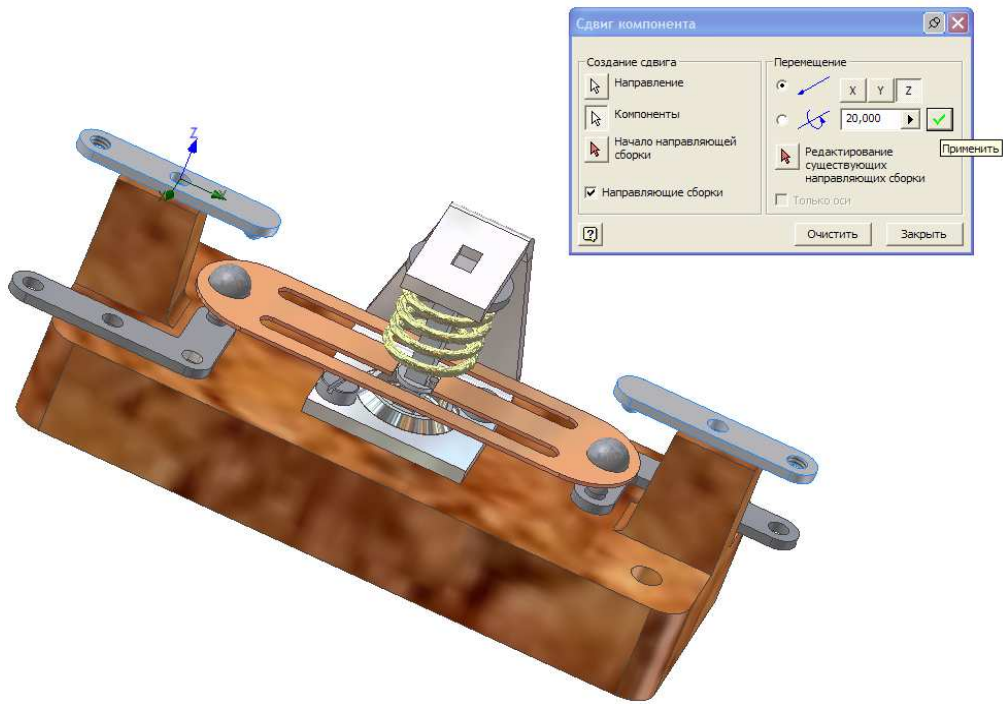

Рис. 165
Выберите инструмент - **Сдвинуть компоненты**  Сдвинуть компоненты... К . В появившемся окне Сдвиг компонента (рис. 165) выберите следующие компоненты и задайте их:
- **Направление** - укажите тройку осей, рисунок 165 –
- **Перемещение** - укажите ось X, расстояние в счетчике "20" (рис. 165)